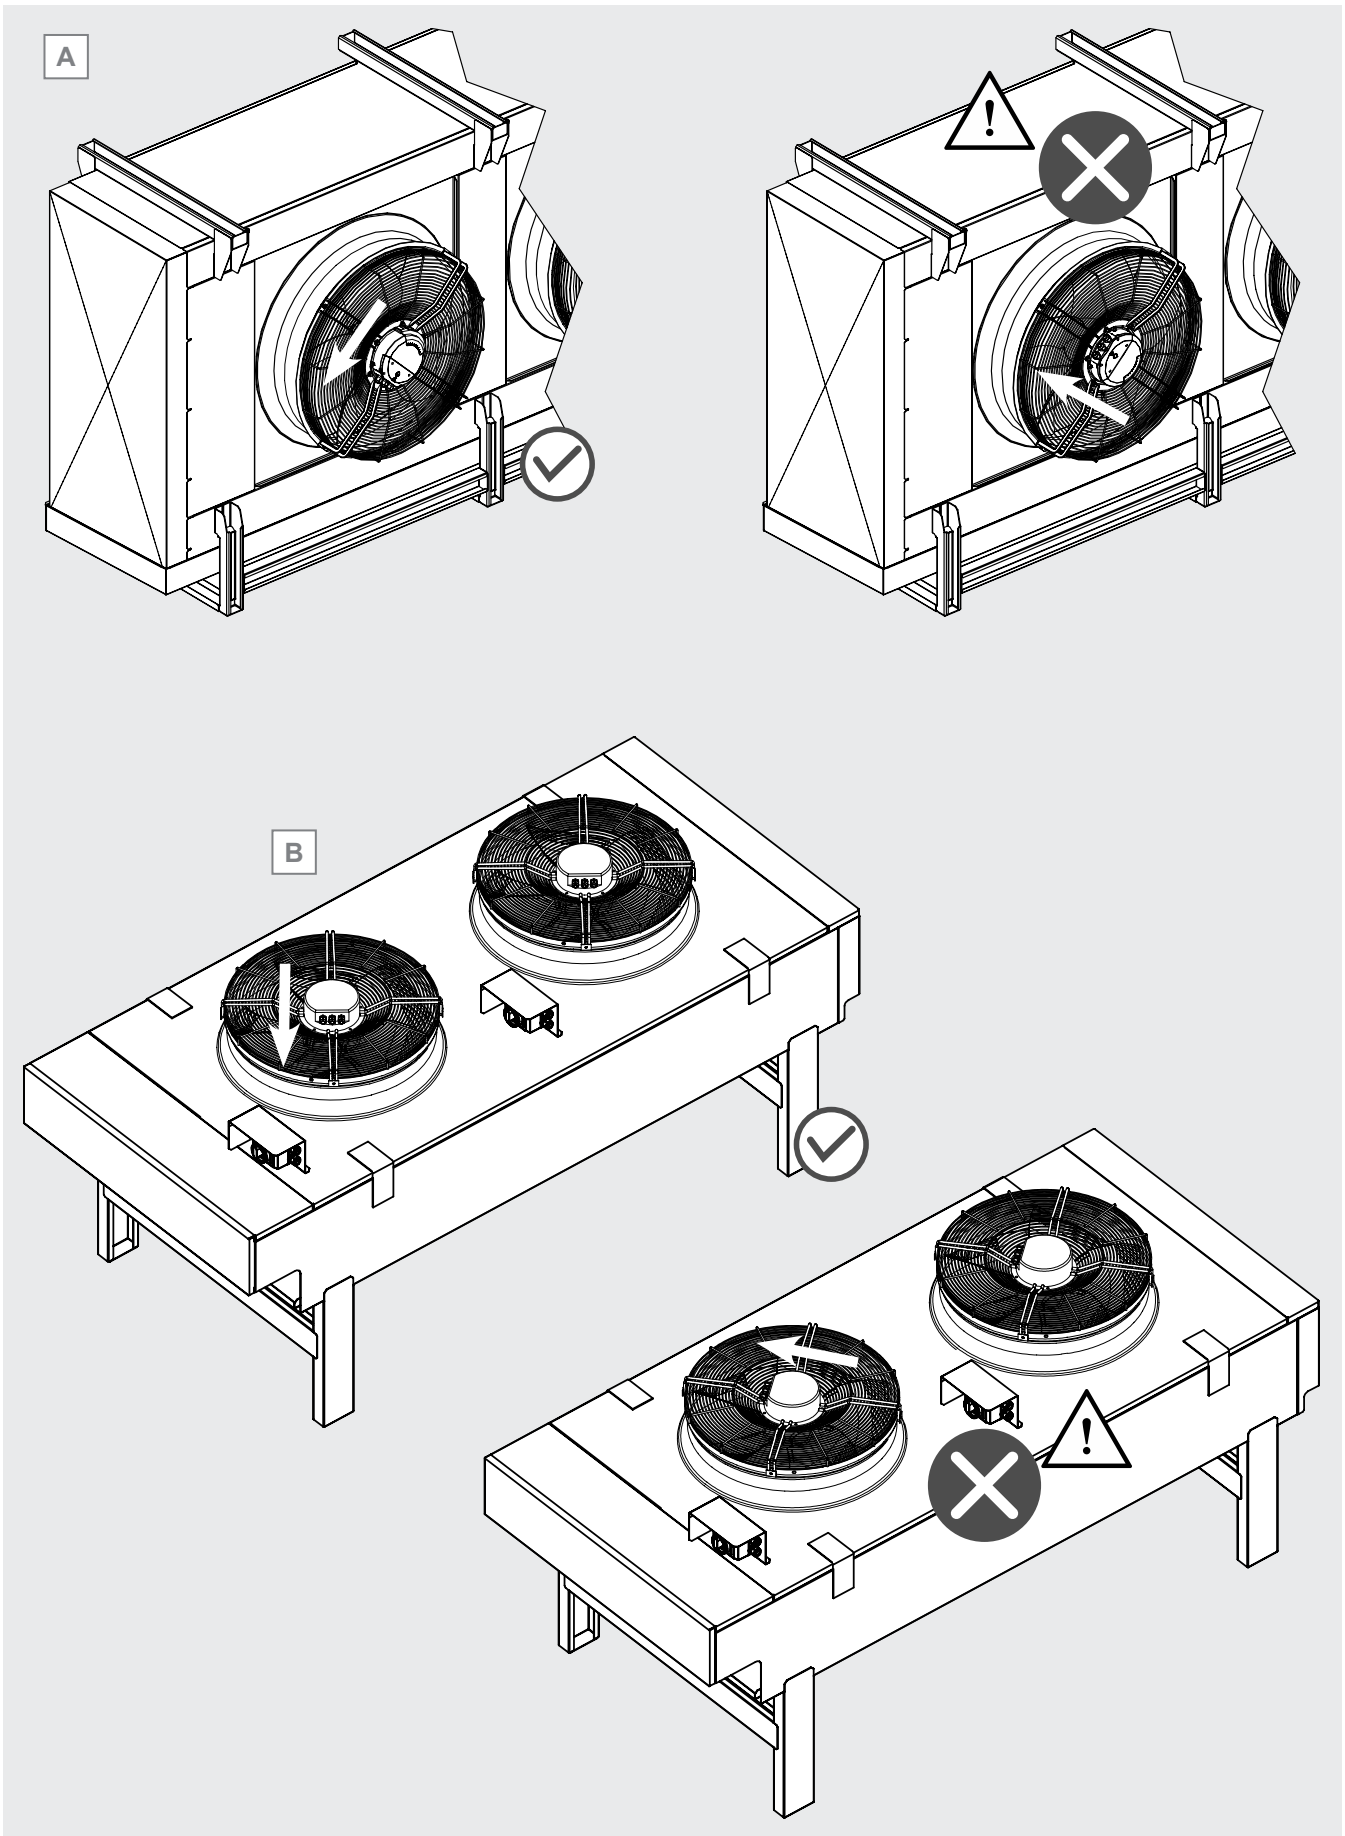

Figura 4
- 2.12 Prestare attenzione all'orientamento del motoventilatore. Si veda la Figura 4.
- 2.12.1 Nei modelli con flusso di aria orizzontale il motoventilatore deve essere orientato in modo tale che i pressacavi siano orientati verso il basso. Si veda la Figura 4 A.
- 2.12.2 Nei modelli con flusso di aria verticale, orientare il motoventilatore in modo tale che i pressacavi siano diretti verso l'interruttore del motore (se presente). Si veda la Figura 4 B. Tenere in considerazione la lunghezza dei cavi eventualmente presenti.